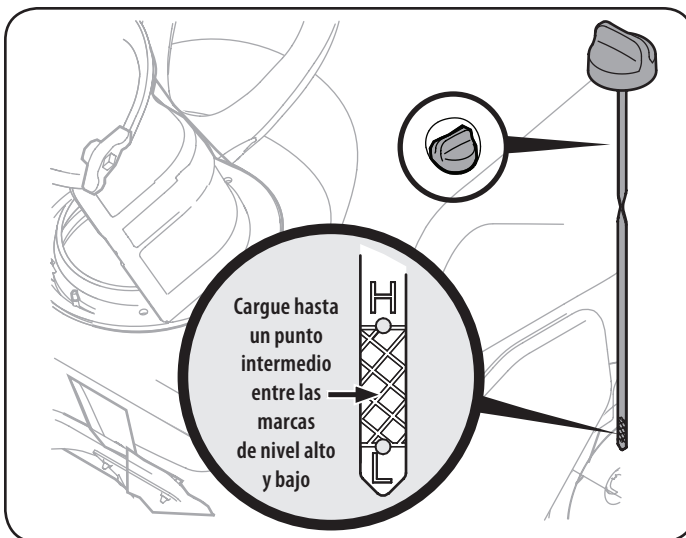

Figura 9
4. Saque el tapón/la varilla de medición de aceite. Si el nivel es bajo, agregue lentamente aceite hasta que el nivel registrado esté en un punto intermedio entre alto (H) y bajo (L), Figura 9 para el modelo 247.116830.
5. Saque el tapón / la varilla de medición de aceite. Si el nivel es bajo, agregue lentamente aceite hasta que el nivel registrado esté en un punto intermedio entre alto (H) y bajo (L), Figura 9 para el modelo 247.887802.